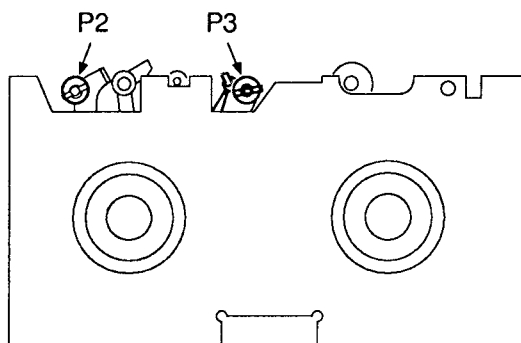

Fig. 28
- Einstellplatte nach Abbildungen Fig. 28 / 31 auf die Wickelteller legen.
- Place the Post Adjustment Plate onto the spool carrier as shown in Fig. 28 / 31.